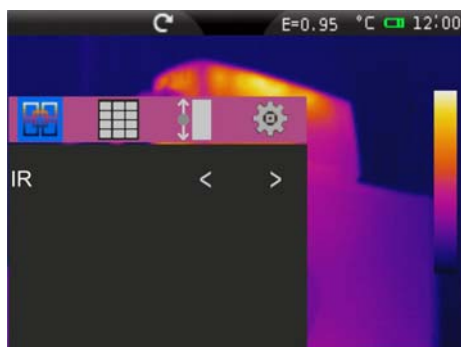

Fig. 41: Impostazione e visualizzazione immagine IR
- **IR** → visualizzazione sola immagine IR (vedere Fig. 41)